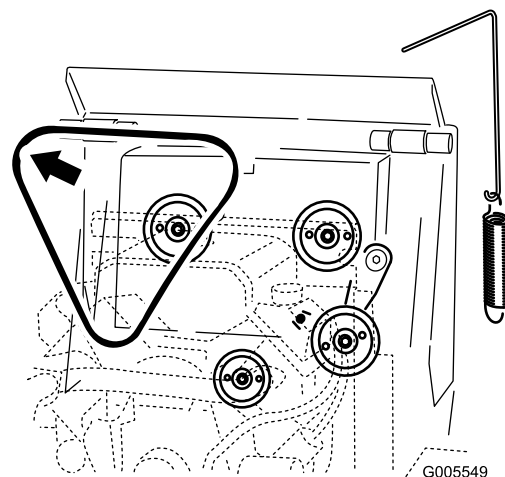

Figura 47
5. Retire la correa de las tres poleas (Figura 47).